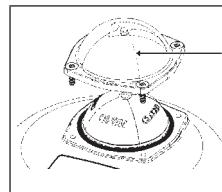

Bild 11: Haube Demontage
- Haube des Stellungsanzeigers 1 inkl. den Dichtring durch Lösen der vier Befestigungsschrauben abnehmen und die Haube entfernen (siehe „Bild 11“).